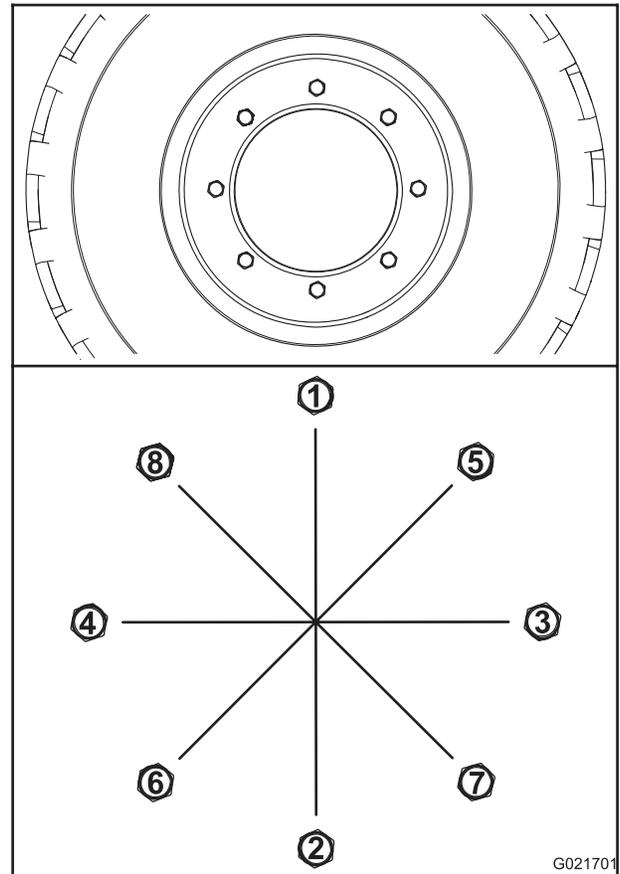

Figura 63
- A. Aperte todas as porcas com torque de 100 N-m (75 pés-lb) na sequência mostrada na Figura 63.
- B. Aperte todas as porcas com torque de 200 N-m (150 pés-lb) na sequência mostrada na Figura 63.
- C. Aperte todas as porcas com torque de 300 N-m (225 pés-lb) na sequência mostrada na Figura 63.